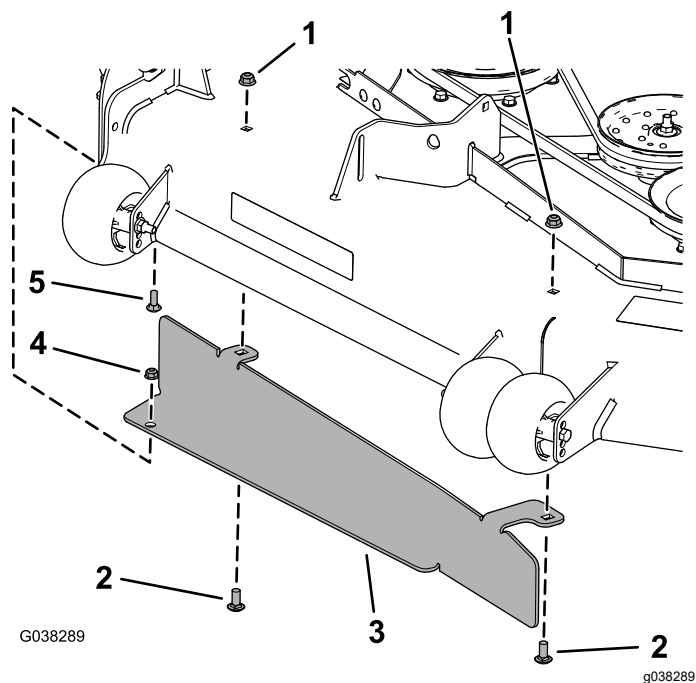

Figura 35
2. Montate il deflettore utilizzando il bullone a testa tonda ($\frac{5}{16}$ " x $\frac{7}{8}$ "), il dado flangiato ($\frac{5}{16}$ "), 2 bulloni a testa tonda ($\frac{3}{8}$ " x $\frac{7}{8}$ ") e 2 dadi flangiati ($\frac{3}{8}$ "), come illustrato nella Figura 35.